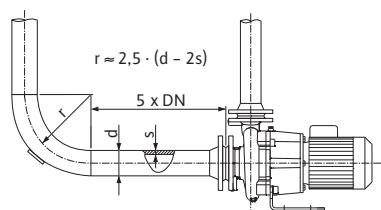

Fig. 3: Tramo de estabilización delante y detrás de la bomba
- Es necesario disponer un tramo de estabilización delante y detrás de la bomba en forma de tubería recta. La longitud de dicho tramo debe ser como mínimo 5 x DN de la brida de la bomba (véase la Fig. 3). Esta medida sirve para evitar la cavitación.